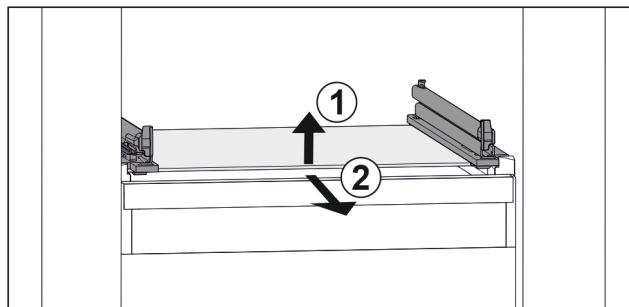

Fig. 108 Exempel på glashylla
- Lyft glashylla framtill. Fig. 108 (1)
- Ta ut glashylla framåt. Fig. 108 (2)